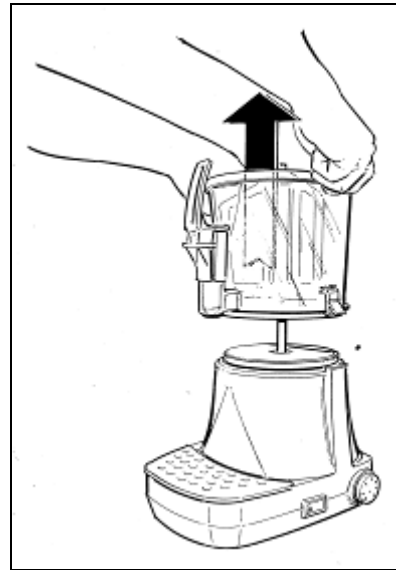
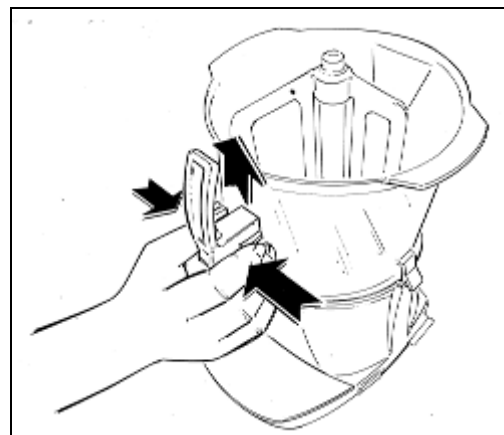

Fig. 1
Fig. 2
**I**nstallare l'apparecchio su una superficie orizzontale e solida facendo in modo che la carrozzeria dell'apparecchio sia ben areata (almeno 20 cm di spazio libero, fig.1), installare l'apparecchio in un ambiente asciutto ed evitare
- **C**on l'utilizzo di due presine, onde evitare di scottarsi, afferrare e sollevare verso l'alto il contenitore (A). Quest'ultimo e l'agitatore (E) si sganceranno automaticamente dalla propria sede (fig. 1).
- **R**affreddare il contenitore (A) (per esempio immergendolo in acqua fredda).
- **S**montare il rubinetto dalla vasca premendo contemporaneamente sulle due alette di blocco e sollevarlo in modo da estrarlo dalla propria sede (fig.2).